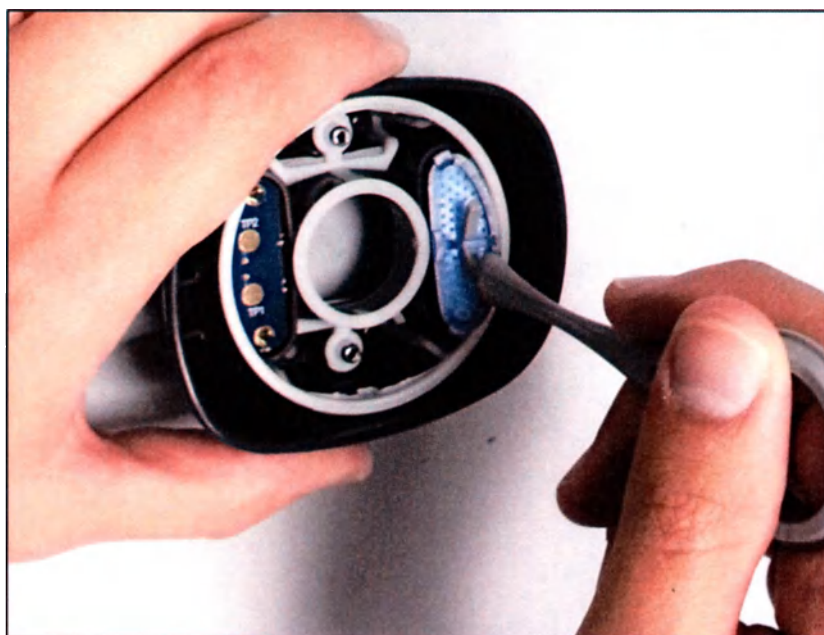

Рис. 40: Замена фильтра аппликатора аппарата «VelaShape III»
1. С помощью прилагаемого съёмника извлеките фильтр из насадки так, как показано на Рис. 40.